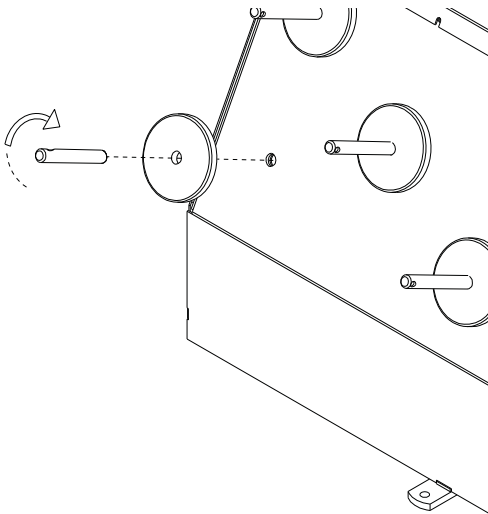

Figure 7
B. Installer les chevilles pour accessoires (Figure 7) Bien serrez.